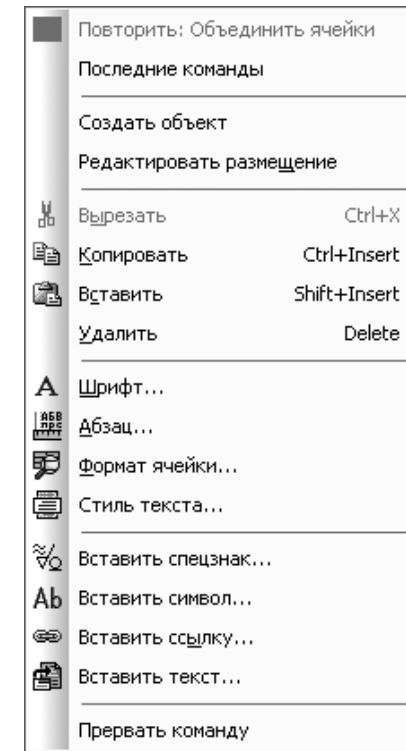

Рис. 5.66. Контекстное меню ячейки таблицы
- щелкните правой кнопкой мыши в первой строке в первой ячейке. Появится контекстное меню (рис. 5.66);